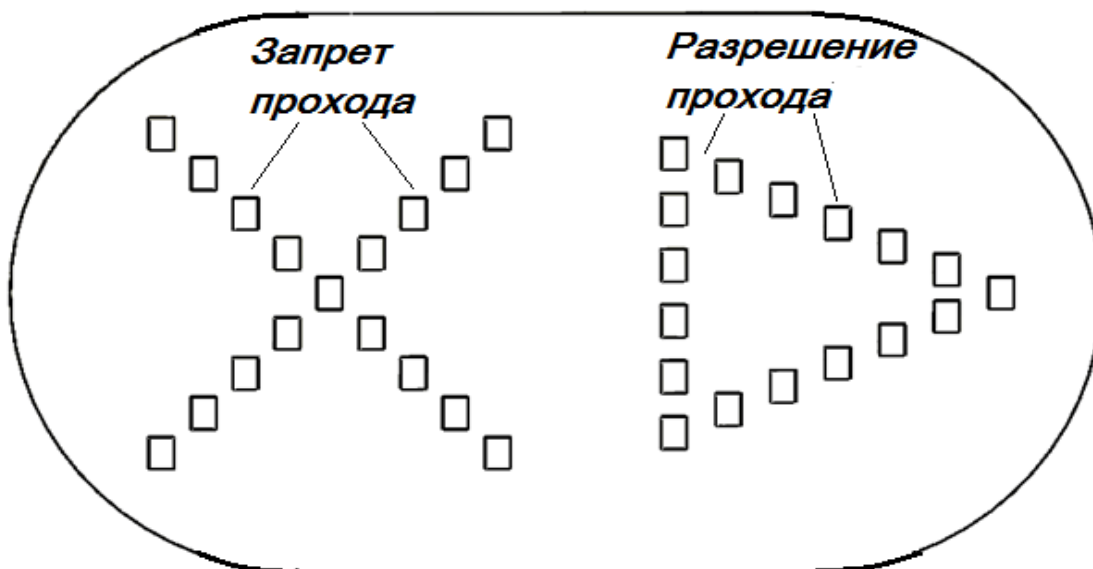
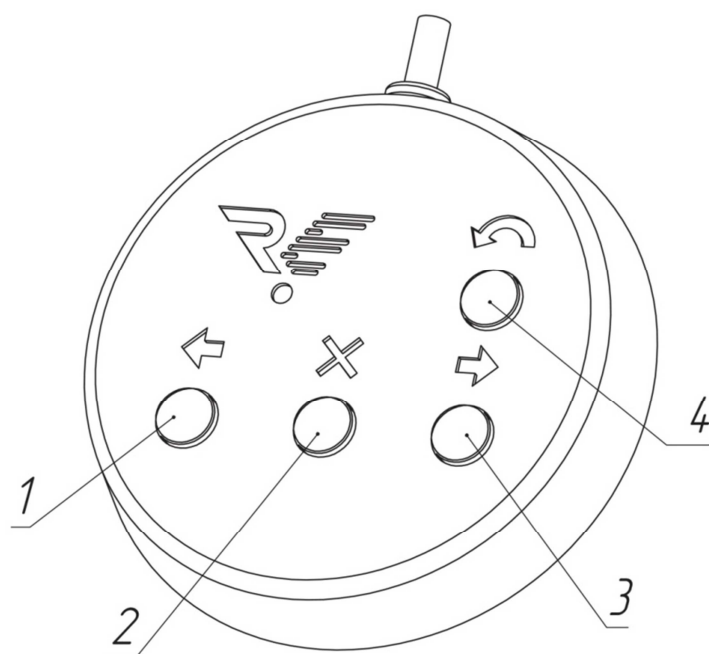

Рис. 2. Внешний вид панели индикации
Рис. 3. Внешний вид пульта управления
Панель индикации турникета расположена на верхнем модуле турникета под вставкой из акрилового стекла. Режимы работы турникета отображаются на панели в виде мнемонических знаков разрешения и запрещения прохода (рис. 2).
Корпус ПУ выполнен из шлифованной нержавеющей стали. На лицевой стороне расположены кнопки управления 1 - 4 и светодиодные индикаторы режимов работы пульта (рис. 3). Стандартная длина кабеля, поставляемого в комплекте, составляет 5 метров.
3. Включите источник питания турникета, на двух панелях индикации турникета (рис. 2) загорится красный крест, запрещающий проход, на ПУ светодиодный индикатор кнопки 2 (рис. 3) загорится красным. Загорятся лампы подсветки зоны прохода.
Турникет имеет несколько режимов работы. Включение нужного режима осуществляется с помощью ПУ или входами СКУД. Индикация режимов работы отображается на панели индикации в виде мнемонических знаков разрешения и запрещения прохода. Работа со СКУД рассмотрена в Инструкции по монтажу. В данном разделе будет рассмотрена работа с ПУ. Внешний вид ПУ представлен на рис. 3